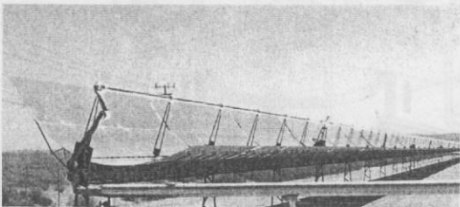

Fig. 20. Colectores cilíndrico-parabólicos.
- Las **centrales de cilindros parabólicos** funcionan de modo similar y lo que varía es la forma de captar los rayos solares: en lugar de espejos planos se emplean *espejos de forma cilíndrico-parabólica* (fig. 20).